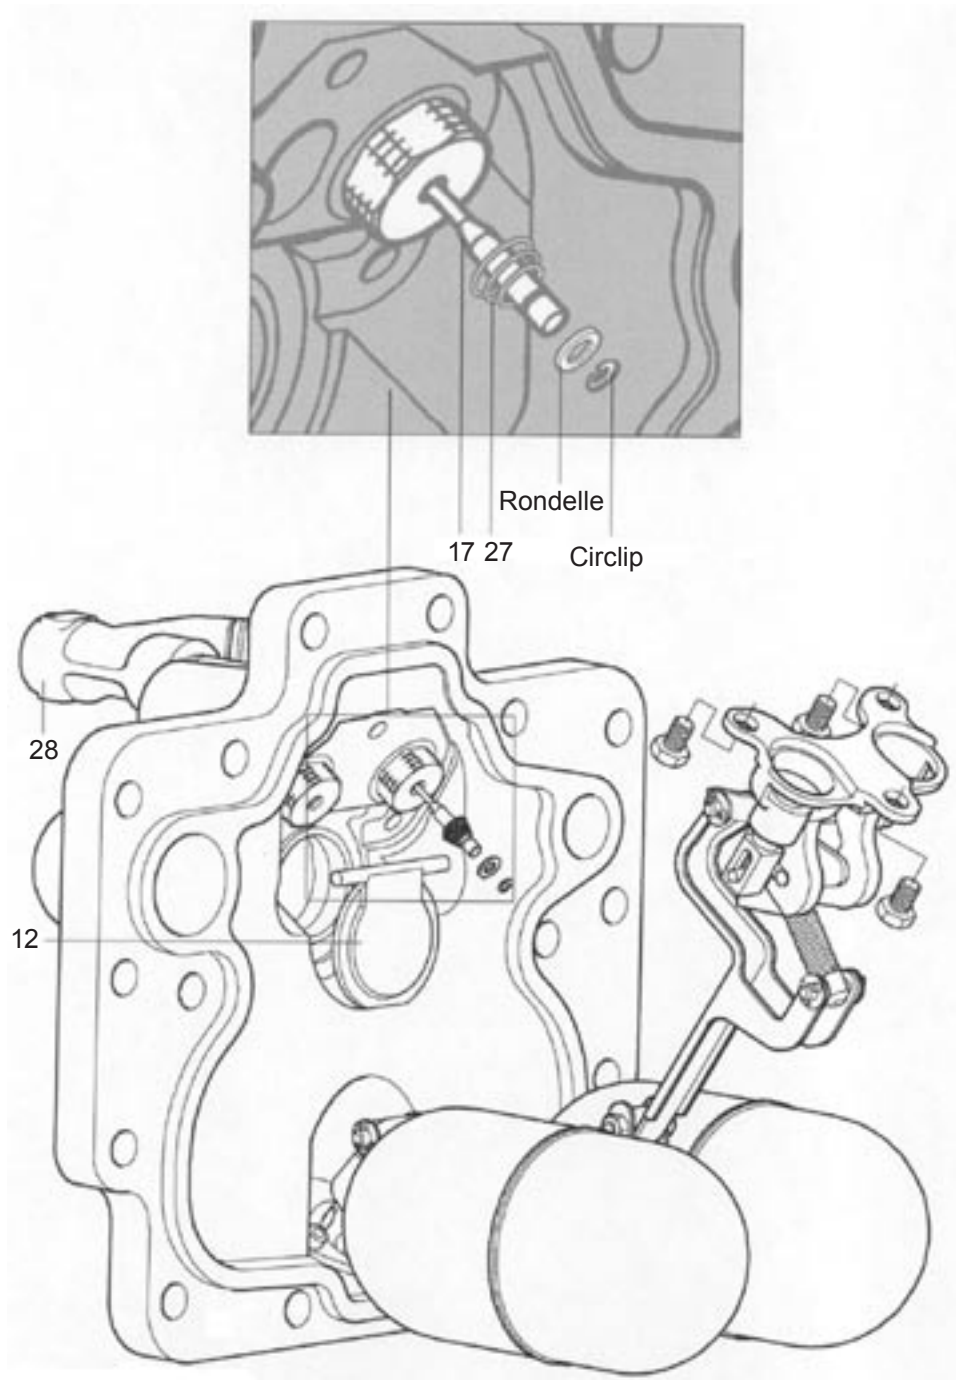

Fig. 17 APT14
5. Retirer l'arcade/support (Fig. 17). Cela permet d'accéder au battant du clapet de retenue d'entrée (Rep. 12).
13. Reconnecter la ligne d'alimentation vapeur motrice et la ligne d'échappement respectivement sur les orifices repérés (S) et (E). L'APT 14, l'APT14HC ou l'APT14SHC est maintenant prêt pour une remise en service.
14. S'assurer que le filtre d'alimentation motrice Spirax Sarco (avec une mesh 100) est bien raccordé à l'alimentation motrice (Rep. 28, Figure 17).